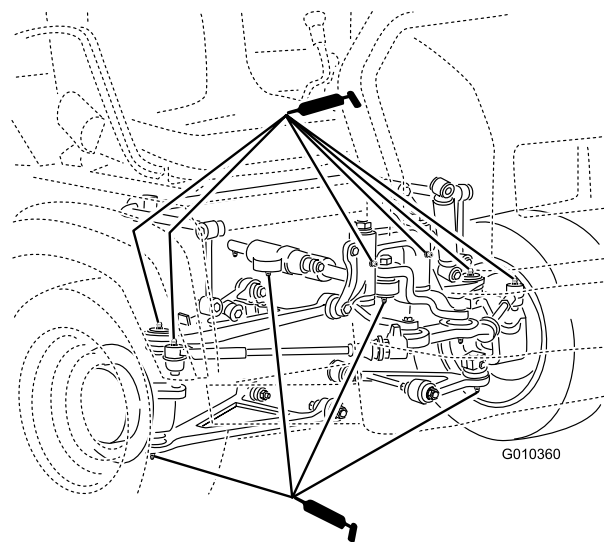

Figura 48
- **Rótulas** (4); consulte a Figura 48
- **Montagens articuladas** (2); consulte a Figura 48
- **Cilindro de direção** (2); consulte a Figura 48
- **Barras de ligação** (2); consulte a Figura 48